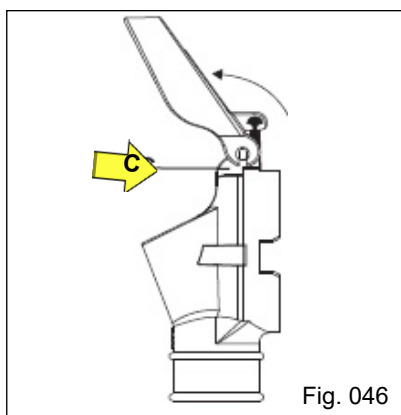
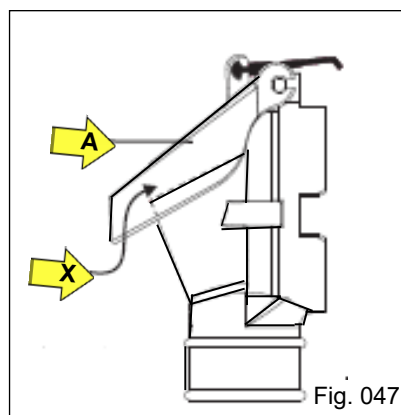

Fig. 046
Fig. 047
b) Introduza a tampa até o final do canal e faça o giro da mesma (Fig. 046), observando a mesma posição nos dois lados dos pinos do bocal. Após gire até o batente "X" da face superior do bocal (Fig. 047).